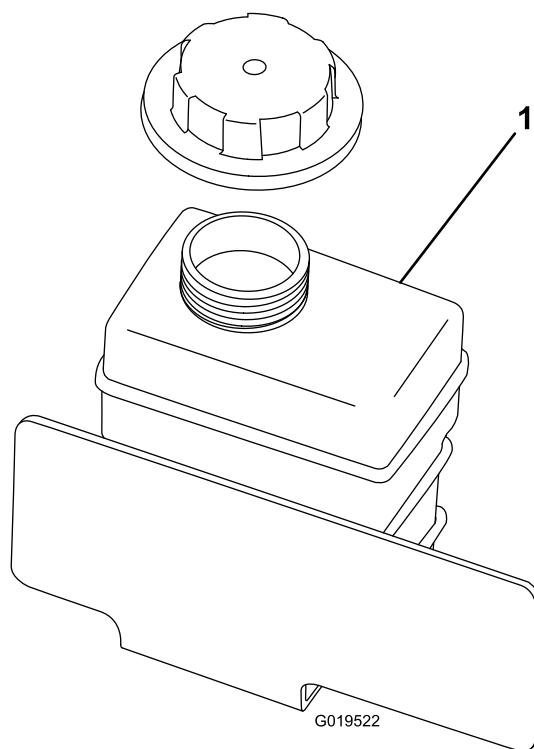

Bild 17
2. Prüfen Sie den Kühlmittelstand im Reservebehälter (Bild 17). Der Kühlmittelstand sollte bis zur Oberkante des Einfüllstutzens reichen.